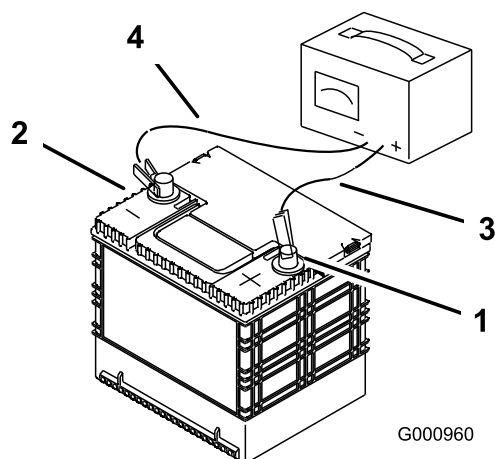

Рисунок 44
2. После полной зарядки аккумулятора отсоедините зарядное устройство от электророзетки, а затем отсоедините провода зарядного устройства от штырей аккумулятора (Рисунок 44).